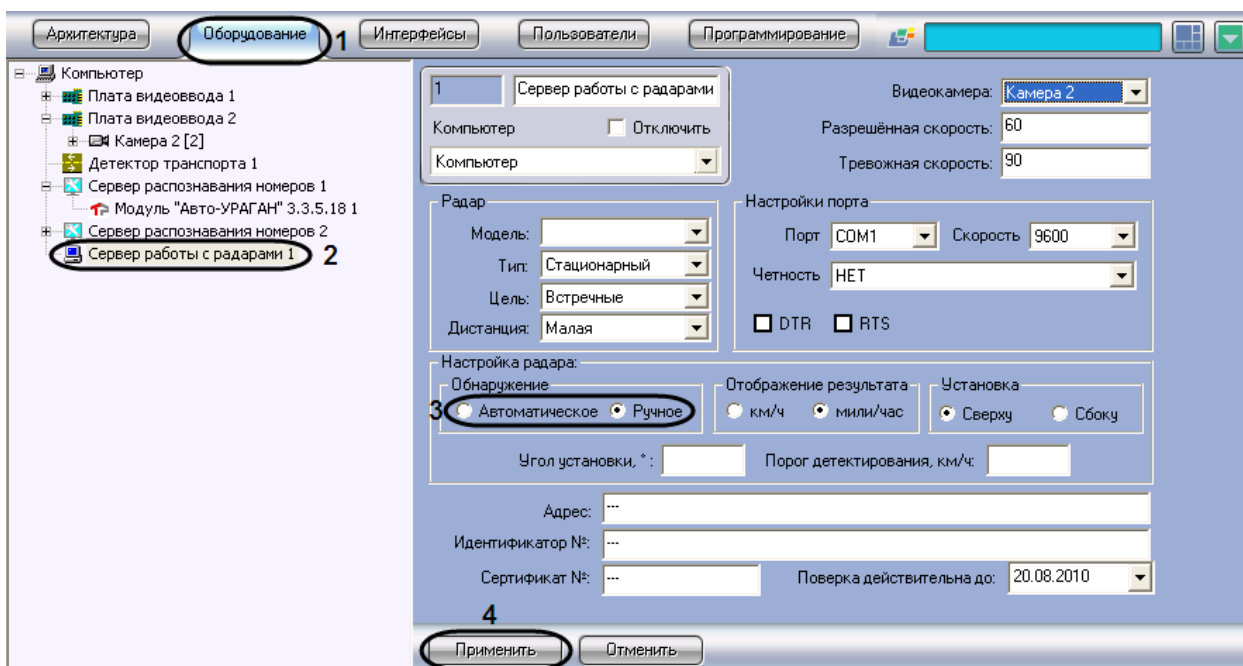

Рис. 7.3-9. Настройка параметров сброса данных на устройстве «Радар»
1. В диалоговом окне «Настройка системы» перейти на вкладку «Оборудование» (см. Рис. 7.3-9, 1).
- В дереве объектов на вкладке «Оборудование» выбрать объект «Сервер работы с радаром», соответствующий настраиваемому программному модулю «Радар» (см. Рис. 7.3-9, 2). В правой части вкладки «Оборудование» отобразится панель настройки выбранного объекта.
- В панели «Обнаружение» установить переключатель в положение «Автоматическое» в том случае, если сброс данных после определения скорости движения транспортного средства на устройстве «Радар» происходит автоматически (см. Рис. 7.3-9, 3).
- Нажать кнопку «Применить» (см. Рис. 7.3-9, 4).